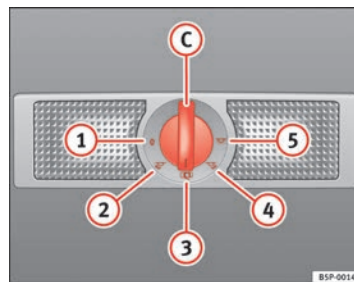

Fig. 81 Revestimiento interior del techo: iluminación interior y de lectura de la parte trasera del habitáculo.
Con el mando ⇒ fig. 81 (C) puede seleccionar las siguientes posiciones:
Con el mando en la posición ⇒ fig. 81 (1) la luz interior y las de lectura están apagadas.